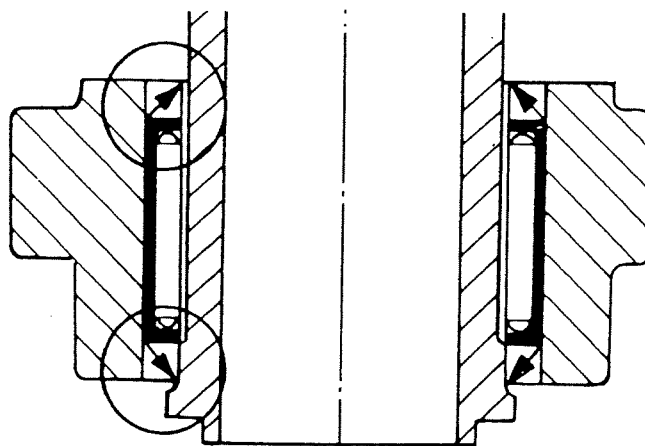

Fig. 17
1. Fetta in nållagret (13) med universalfett och driv in det i gaffeln med hjälp av verktygen 884259 och 9991801 samt pressa in de båda tätningringarna (14) med hjälp av samma verktyg. OBS! Tätningringarna skall täta mot vatten, se fig. 17. Klistra bussningen (12) med Araldit det.nr. 814355 och montera den i gaffeln med flänsen vänd ner mot backhaken.
2. Montera axeln (59) på den ena backhaken (47) samt sätt på distansbrickan (49) och fjäderhaken (58). Skruva på den ena muttern (61) på axeln. Placera därefter tryckstängan (50) på stoppaxeln (62) samt sätt lagringen (48) i backhakshalvan. Placera därefter tryckstängan (50) och stoppaxeln (62) i backhakshalvan. Montera sedan den andra backhaken (47) och fjäderhaken (60) med distansbricka (49) på axeln (59) och lagringen (48). Skruva fast den andra muttern (61). OBS! Muttrarna (61) åtdrages helt, därefter lossas de ca 1/8 varv så att fjäderhakarna blir rörliga utan att glappa. Montera därefter låsbygel (52) och axeltapparna (53) med fjäder (63) och bricka (56) i lagringen (48). Sätt fjäderaxeln (55) på plats med hjälp av fjädrarna (64) samt montera fjädern (54) mellan lagringen (48) och stoppaxel (62). Måla backhaken med ett tunt lager bättringsfärg det. nr 832594. (0,7 l) eller det.nr. 832576 (1/8 l).
3. Montera backhaken i gaffeln och skruva fast styrpluggarna (18).